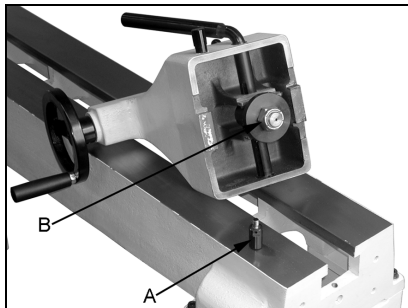

Рис. 25
При необходимости регулировки извлеките штифт (A, Рис. 25). Сдвиньте переднюю бабку, заднюю бабку или подручник к краю станины и немного поверните шестигранную гайку (B). Проверьте надежность фиксации ручки.